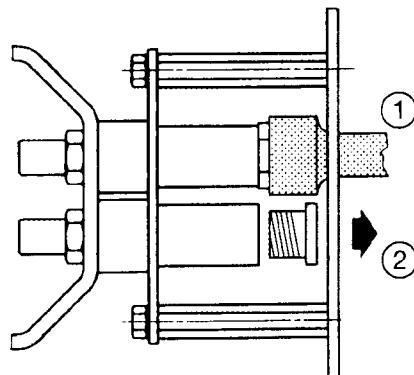

Рис. 9
Смонтируйте обе форсунки с помощью 16-ти миллиметрового торцового ключа (1) (Рис. 9), удалив пластмассовую пробку (2) (Рис. 9), которая защищает резьбу, куда будут устанавливаться форсунки.
Форсунка первого пламени - это та, которая находится под пусковым электродом (см. Рис. 9).
Проверить, чтобы положение электродов относительно форсунки было согласно Рис. 9.